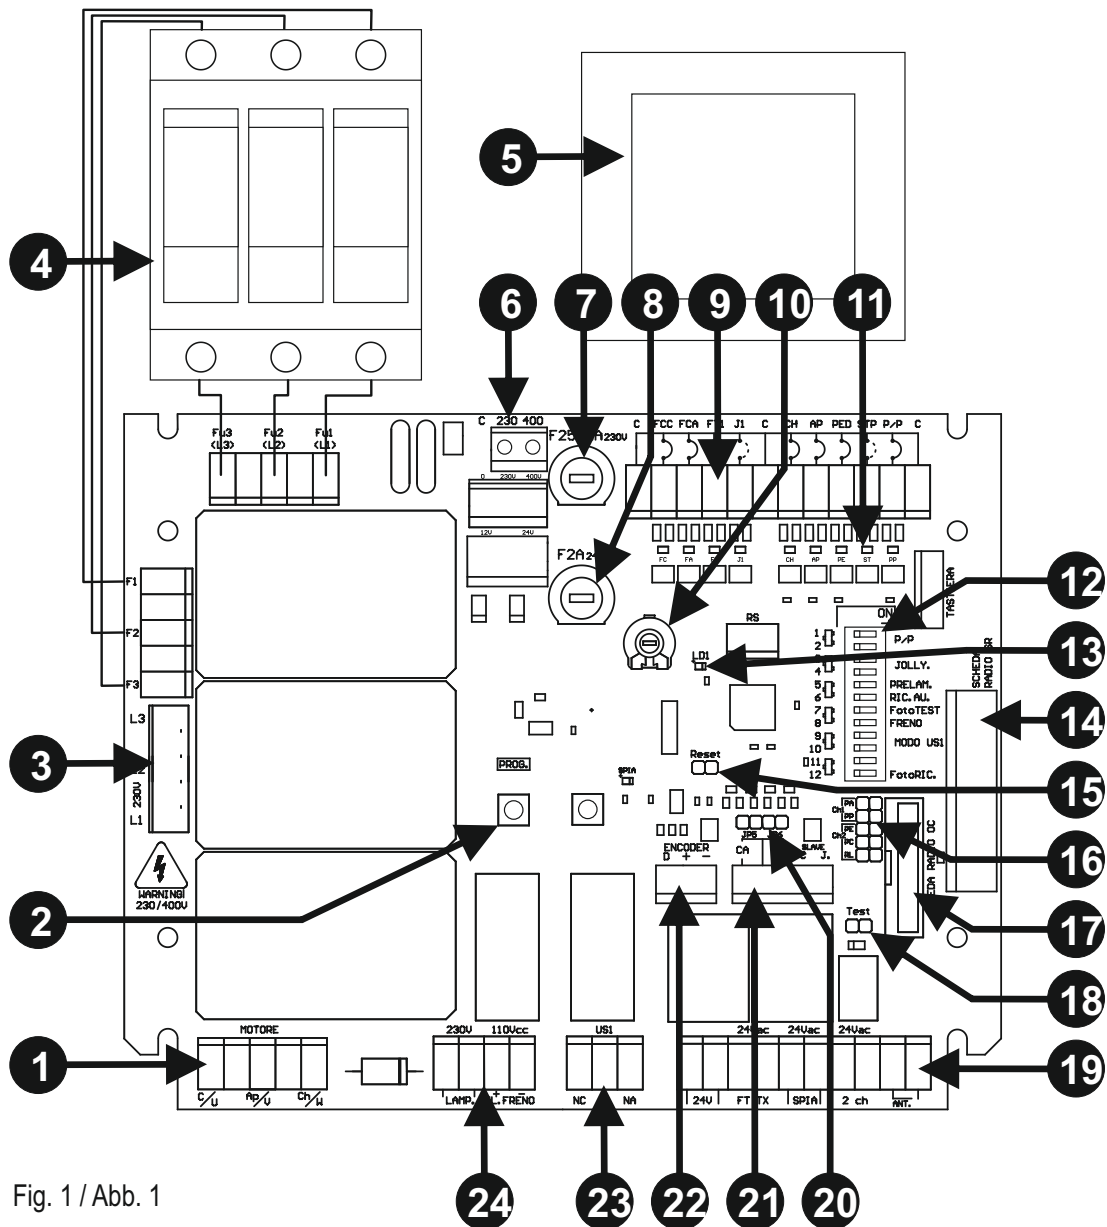

Fig. 1 / Abb. 1
- 3,4,5) Switch on power to control unit by keeping the PROG./STOP button (part 6 of fig. 1) pressed for at least 3 seconds. Programming LED L1 comes on. The same function can be obtained by holding the PROG./STOP button down, shorting the reset pins (part 15 of fig. 1) for a moment then releasing the PROG./STOP button when LED L1 comes on.
The various options described can be selected using the function dipswitch (part 11 of fig.1).
- 2) Reset the unit by turning the control unit off and on, or by shorting the RESET pins for a few seconds (detail 15 of fig.1). Keep the key PROG./STOP pressed.
# BESCHREIBUNG DER VERSCHIEDENEN TEILE (Abb. 1)
- **Mit dem befähigten Fototest und der Zentrale in Stand-By sind die Sender der Fotozellen nicht versorgt und der Eingang FT1 ist offen (LED ausgeschaltet).** Unter dieser Bedingung kann auch der Betrieb der Fotozellen durch Kurzschließen des Test-Jumpers überprüft werden (Detail 18 der Abb. 1).
### EMPFÄNGER OC2 (Det. 17 in Abb. 1)